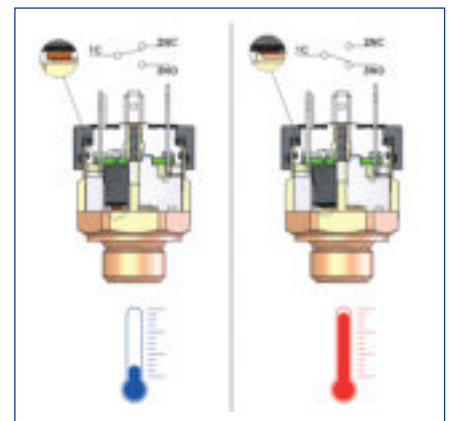

ABB. 3 FIG. 3
- In der Version mit WECHSELKONTAKTEN (SPDT) auf Abb. 3 löst hingegen die Fluidtemperatur am Trennelement das Umschalten eines Mikroschalters aus. In dieser Version können gleichermaßen N.C.-, N.O.- oder beide Kontakte verwendet werden.
- In the SWITCHING CONTACTS (SPDT) of Fig. 3 version, the temperature of the fluid on the separating element causes a microswitch to switch. Either NC or NO contacts, or both, can be used in this version.